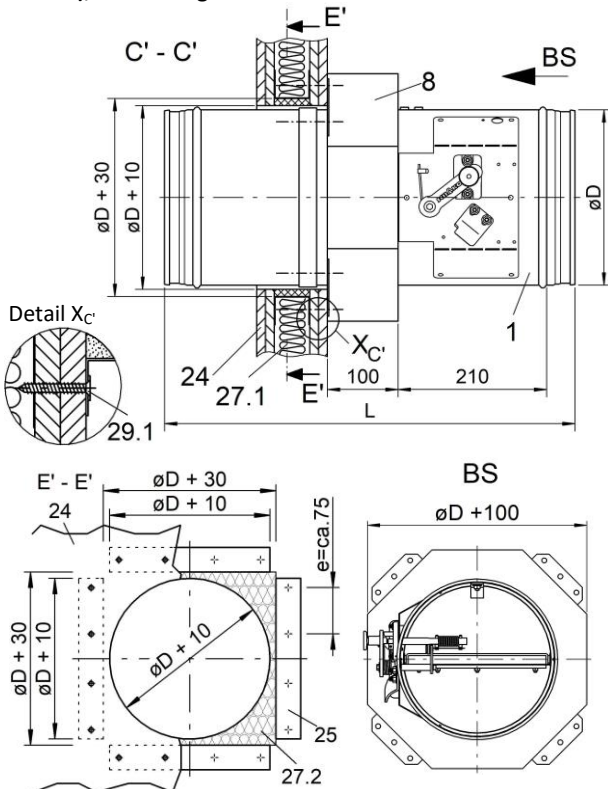

Abbildung 45: Trockeneinbau mit Anbaurahmen AR an leichte Trennwand, nach erfolgtem Wandaufbau
- Die beim Einschieben der UW-Wechselprofile entstehenden Leer-/Hohlräume sind mit Mineralwolle (Pos. 27.2) bis zur Aussparung zu verfüllen/auszustopfen, siehe Abbildung 45.